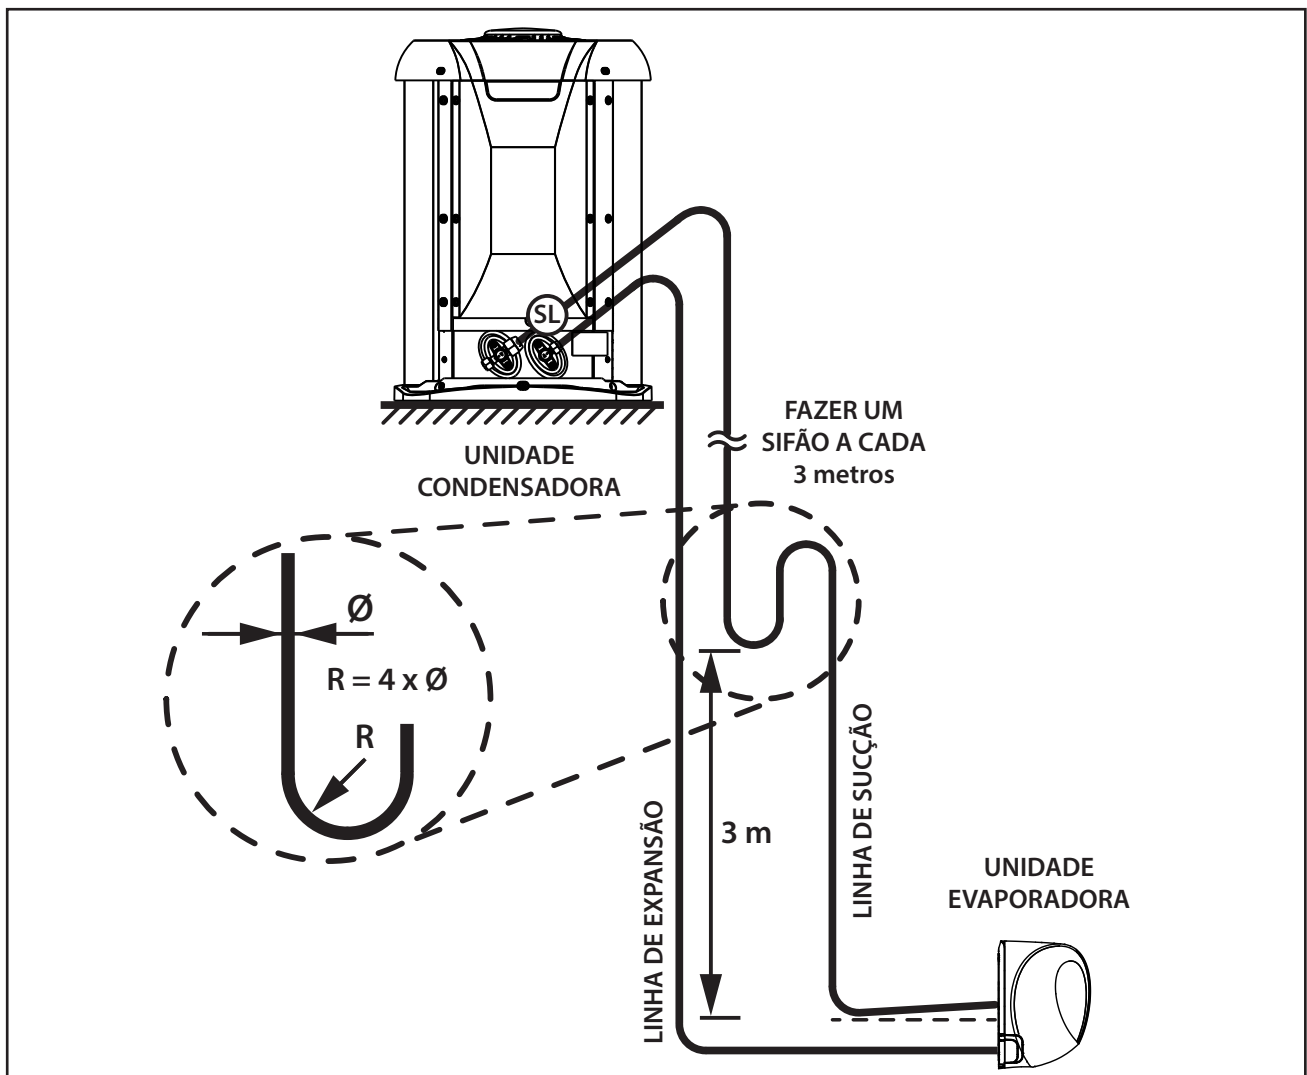

FIG. 22 - INSTALAÇÃO LINHAS DE INTERLIGAÇÃO
- 1° Quando a unidade condensadora estiver em um nível superior ao da unidade evaporadora, fazer sifões nas subidas da linha de sucção a **cada 3,0 metros**; considerando desde a saída da evaporadora (Fig. 22).